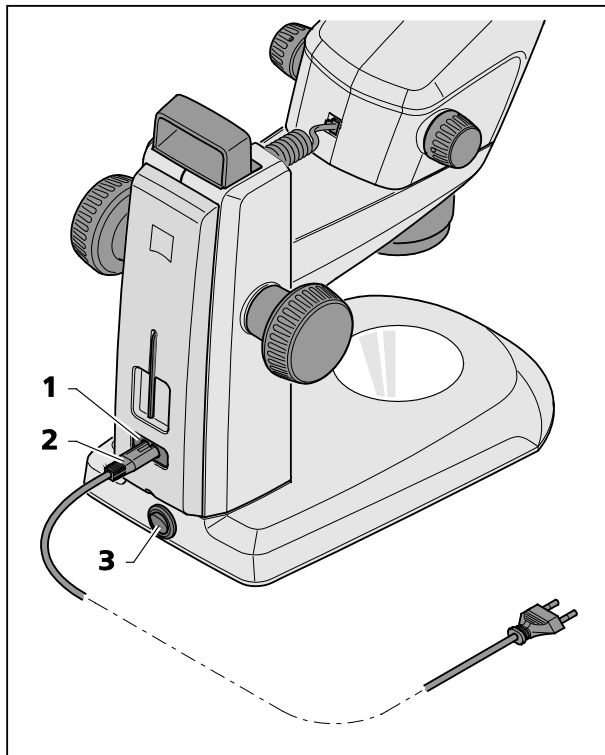

Fig. 17 Conectar el estereomicroscopio
- Enchufar el cable de red (Fig. 17/2) en la hembrilla de conexión a la red (Fig. 17/1) situada en el estativo.
- Conectar el cable de red (Fig. 17/2) a una caja de enchufe de red.
- Conectar resp. desconectar el estereomicroscopio con el interruptor de red (Fig. 17/3).